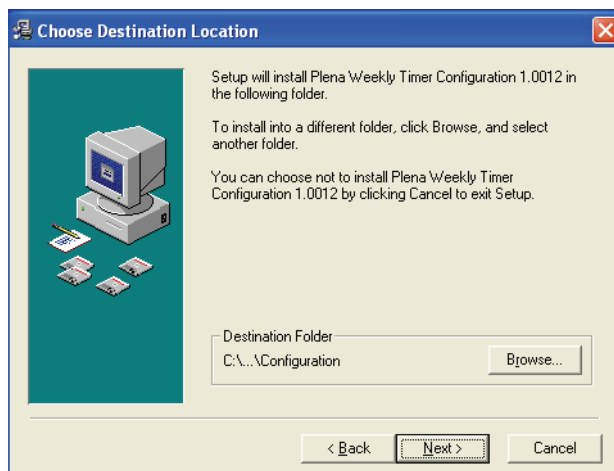

figure 8.2: Choix de l'emplacement de destination
- 2 Suivez les instructions de la fenêtre puis cliquez sur [Next]. Une fenêtre semblable à celle illustrée en figure 8.2 s'affiche.